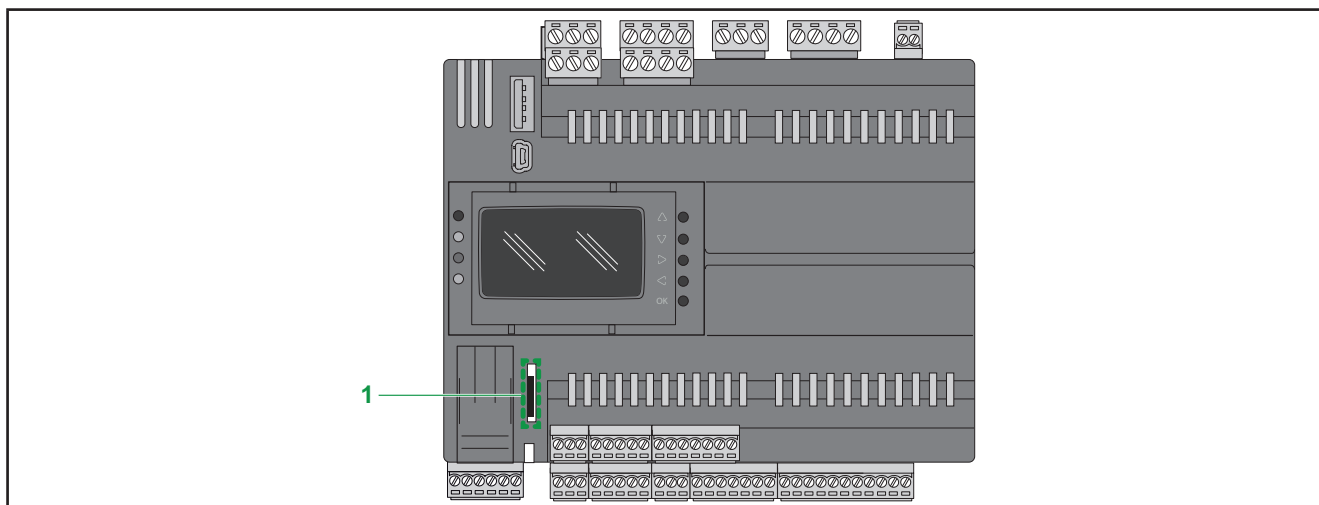

Fig. 51. EWCM 9000 PRO (HF): Ranura para tarjeta de memoria
Los controles para centrales compresor CO2 **EWCM 9000 PRO (HF)** están dotados de una ranura para tarjetas de memoria (ver 1 en **Fig. 51 en la pág. 75**) de tipo micro SD, en caso de tener que expandir la memoria interna.